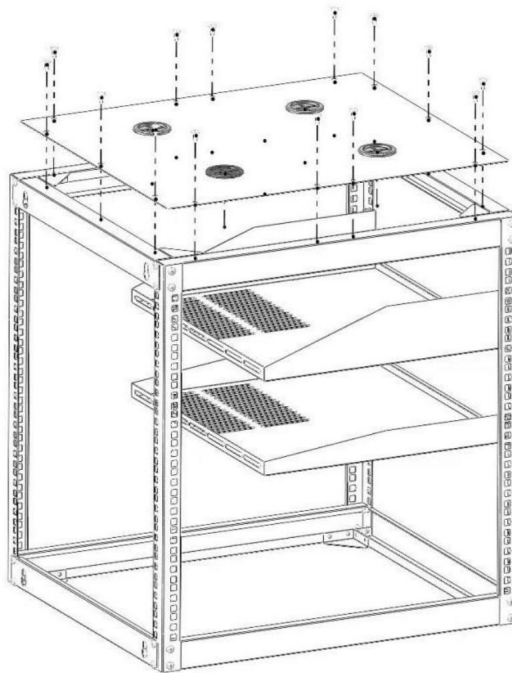

Abbildung 4
4. Platzieren Sie die obere Platte (5) auf dem Gehäuse. Befestigen Sie sie mit 14 selbstschneidenden M5*10-Schrauben (8) mit einem Akkuschauber an der oberen Platte. (Abbildung 4).